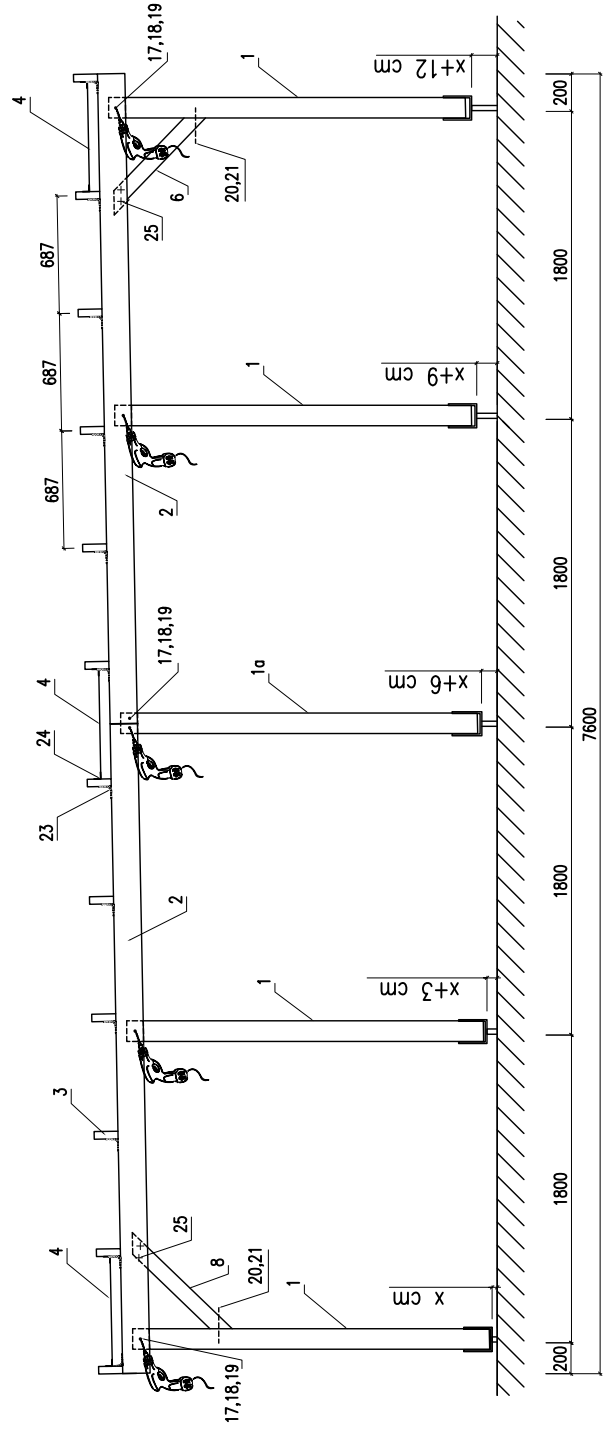

Fig. 2
- a) en mettant les équerres sur les hauteurs différentes (voir figure 2)
Ensuite mettez en place les détails d'appui (Pos. 4). La position de ces détails est bien visible sur les figures 2 et 3. Fixez les détails d'appui à l'aide des équerres (Pos. 23).